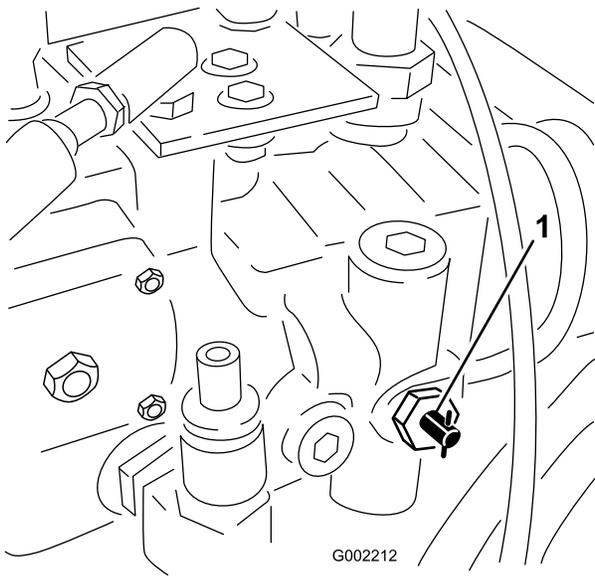

图52
1. 将拖车阀（图52）向任意方向旋转 90°，打开拖车阀。